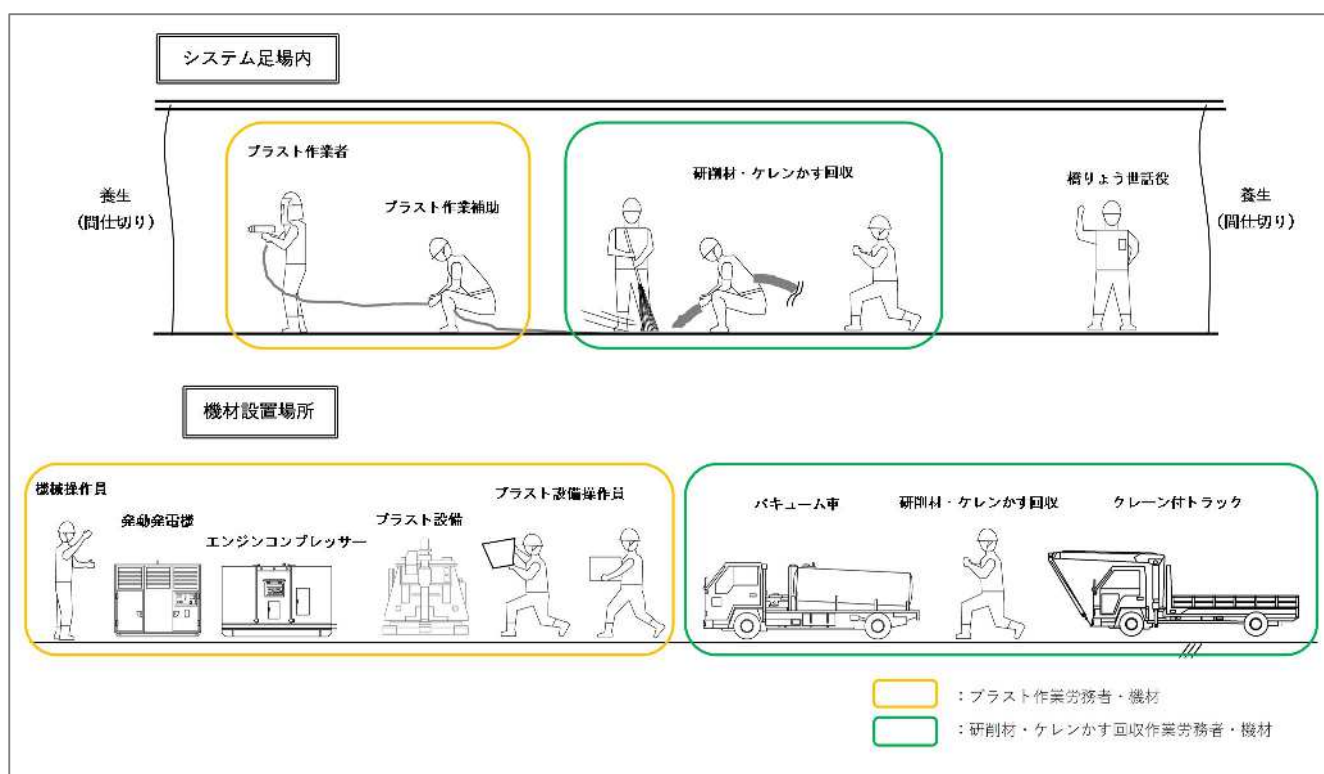

図 5-14-4 ブラスト作業時の標準作業状況（概念図）
① 1 次ブラスト
- ・標準的な作業員と主な資機材の配置は図 5-14-4 とする。
② 2 次ブラスト